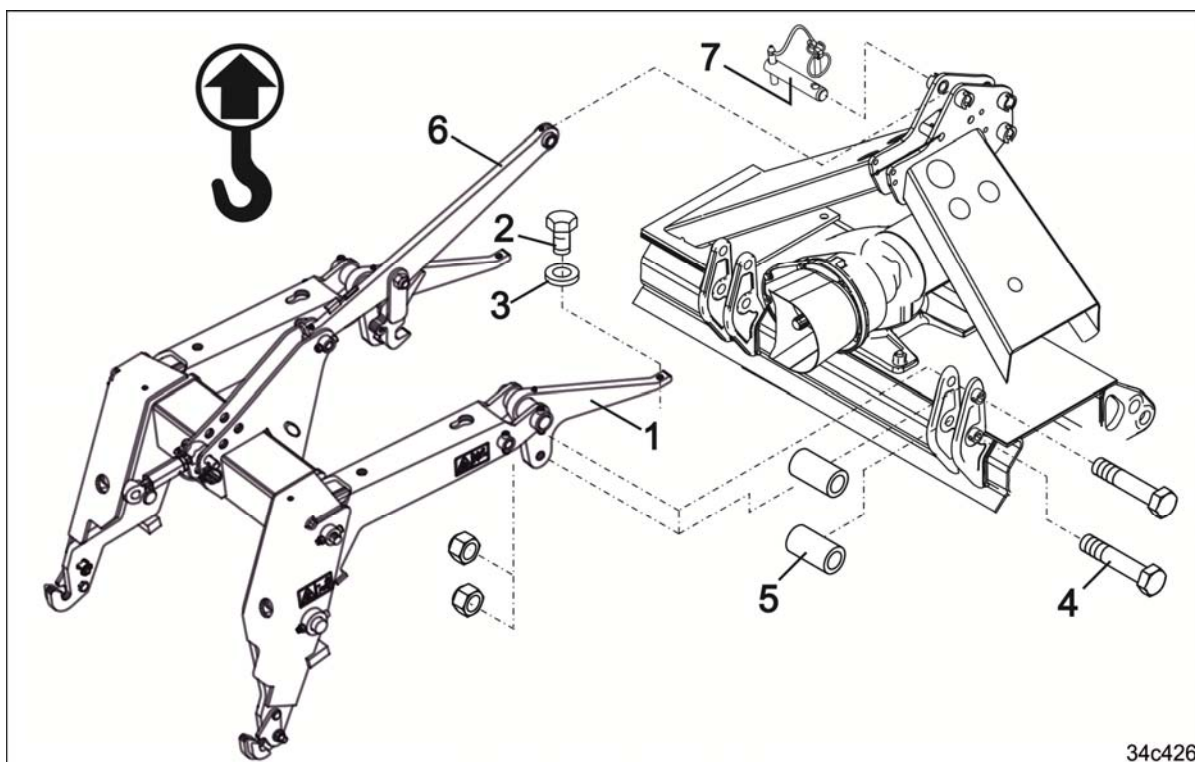

Fig. 88
5. Skru bøjlen (Fig. 88/1) på jordbearbejdningsmaskinen med
- o to maskinbolte (Fig. 88/2) med skiver (Fig. 88/3)
- o 4 bolte (Fig. 88/4) med 4 afstandbøsningen (Fig. 88/5).
6. Forbind topstangen (Fig. 88/6) med en bolt (Fig. 88/7) og lås den med en ringsplit.